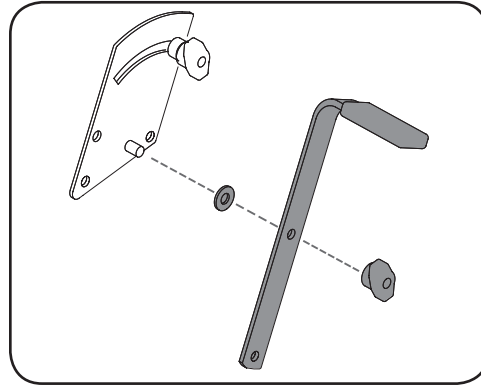

Figure 2-11
- Démontez le manche de commande de la plaque de commande en enlevant l'écrou à oreilles. Mettez le manche de commande, la rondelle et l'aile de côté pour les réinstaller plus tard. Consultez la Figure 2-11.